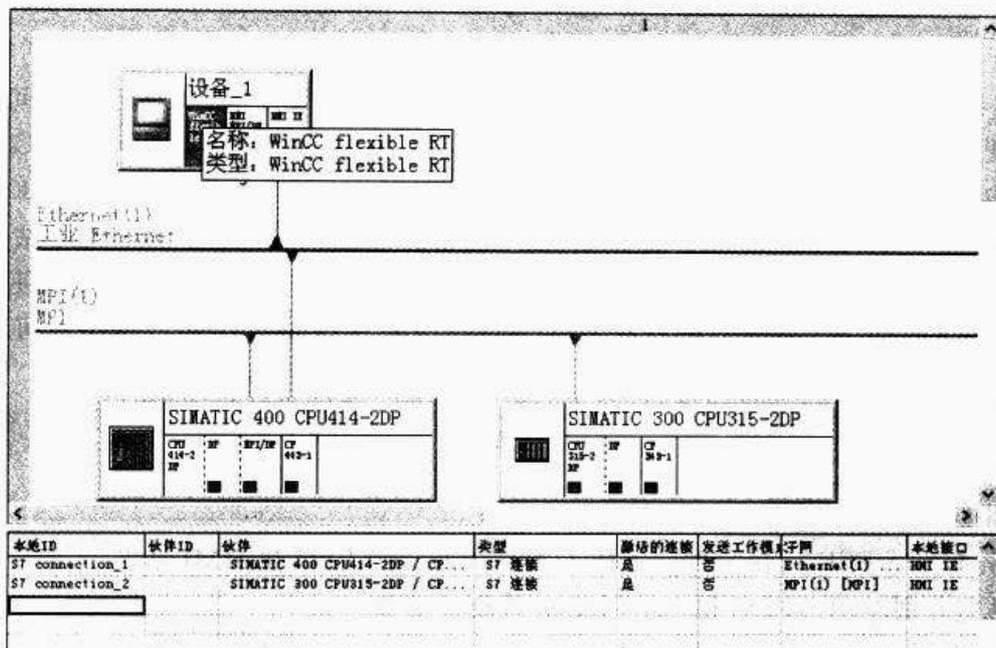

图 14-12 组态路由功能—建立连接
④ 在 Netpro 中,用光标选中 HMI 站点(设备\_1)的 WinCC flexible RT 图标,在 Netpro 编辑器下方所示的空白区域中分别对 400 PLC 和 300 PLC 建立如图 14-12 所示的连接。